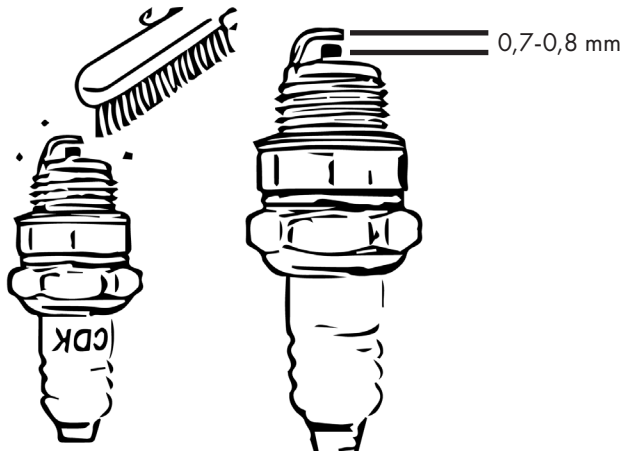

Abbildung 26
- Stellen Sie den Elektrodenabstand mit einem Sollwert von 0,7-0,8 mm ein. Siehe Abb. 26.